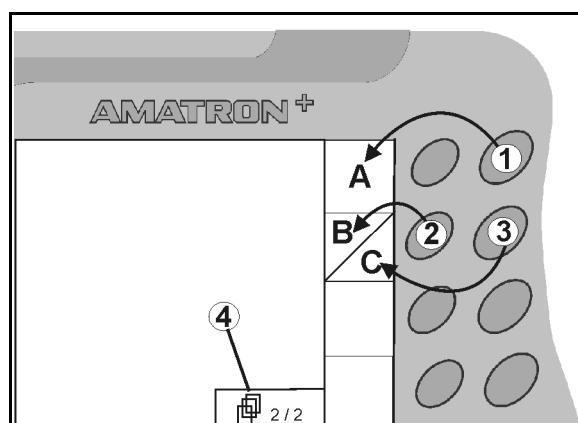

Рис. 7
- Для отображаемых на дисплее квадратных полей назначена только правая кнопка (Рис. 7/1) функционального поля (Рис. 7/A).
- левая кнопка (Рис. 7/2) относится к верхней левой части (Рис. 7/B) функционального поля
- правая кнопка (Рис. 7/3) относится к нижней правой части (Рис. 7/C) функционального поля
<ul style="list-style-type: none"> • Переход к следующим пунктам данного меню (возможен только при появлении на дисплее символа (Рис. 7/4)). • Обучающее меню - джойстик